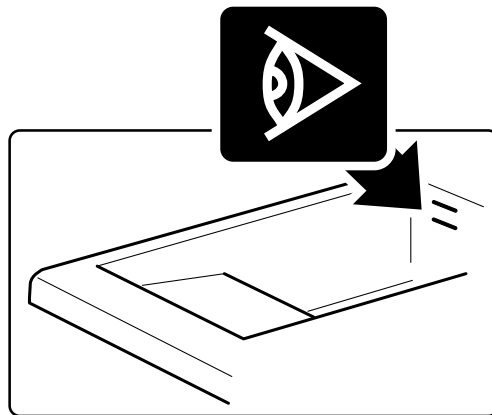

Fig. 5 Livello massimo/minimo di riempimento vasca
- Controllare sempre che il livello dell'olio sia tra il **livello massimo** e il **livello minimo** (indicato dalle tacche in rilievo nella parte interna alla vasca, vedi Fig. 5 *Livello massimo/minimo di riempimento vasca*).
È severamente vietato accendere l'apparecchiatura in mancanza di olio nella vasca di cottura. Controllare sempre che il livello dell'olio sia tra il livello massimo e il livello minimo, indicato dalle tacche in rilievo nella parte interna alla vasca (Vedi Fig. 5 Livello massimo/minimo di riempimento vasca).